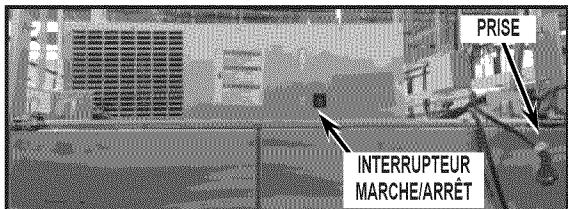

FIGURE 1
2. Trouver l'interrupteur marche/arrêt et le placer en position d'arrêt (OFF). Voir la Figure 1.